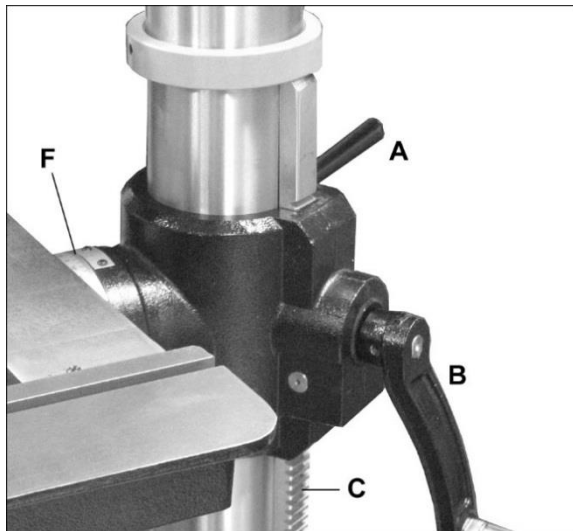

Рис. 8-1
Ослабьте фиксатор колонны (А, рис. 8-1). Вращайте ручку (В), чтобы поднимать или опускать стол вдоль рейки колонны. Затяните фиксатор колонны (А) перед работой на станке.
См. рис. 8-1.
2. Наклоните стол на требуемый угол, пользуясь шкалой и индикаторной пластиной (F, рис. 8-1).